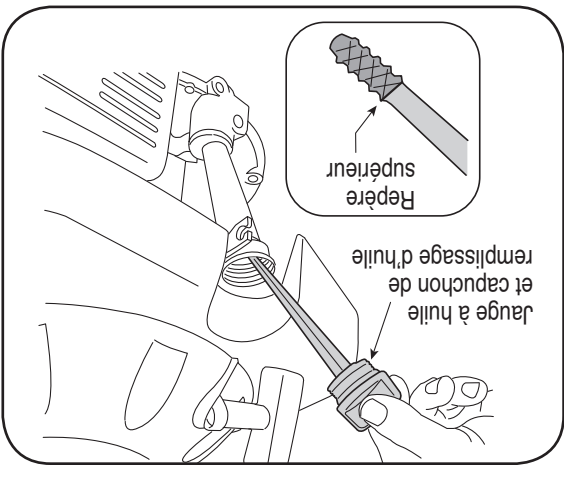

Figure 9-3
3. Si le niveau d'huile est bas, ajoutez lentement de l'huile jusqu'à la limite supérieure sur la jauge. Voir la Figure 9-3.
1. Enlevez le capuchon de remplissage de l'huile et essuyez la jauge à huile. Voir la Figure 9-3.